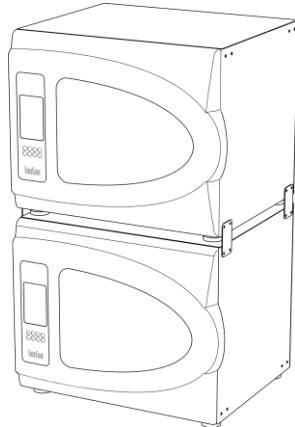

Рисунок 2. Монтаж 2 приборов
5.4 **Вертикальный монтаж 2 приборов** (рисунок 2).